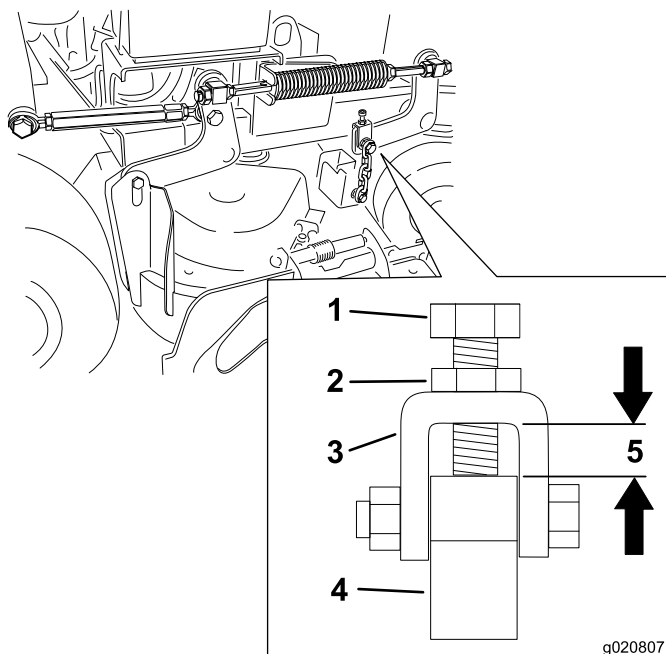

Figure 83
Remarque: L'écart doit être de 11 mm, comme montré à la Figure 83.
12. Desserrez l'écrou de blocage et ajustez le boulon de réglage de sorte à obtenir la distance correcte, indiquée à la Figure 83.